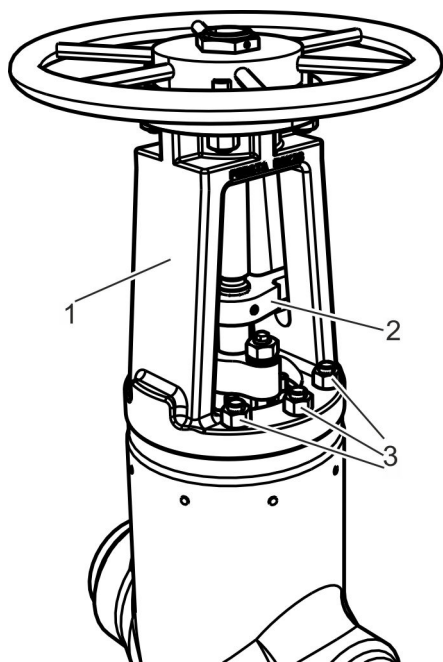

Abb. 23: Bügelaufsatz und Verdrehsicherung
- 16.** Bügelaufsatz (Abb. 23/1) und Verdrehsicherung (Abb. 23/2) montieren.
- 17.** Befestigungsschrauben (Abb. 23/3) des Bügelaufsatzes anbringen und über Kreuz gemäß Herstellerangaben anziehen.